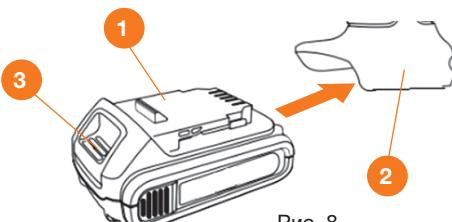

Рис. 8
1. Установите аккумуляторную батарею ① в разъем рукоятки пилы ② до щелчка (Рис. 8).
2. Для извлечения аккумуляторной батареи нажмите на фиксатор ③ и достаньте батарею из разъема корпуса цепной пилы.